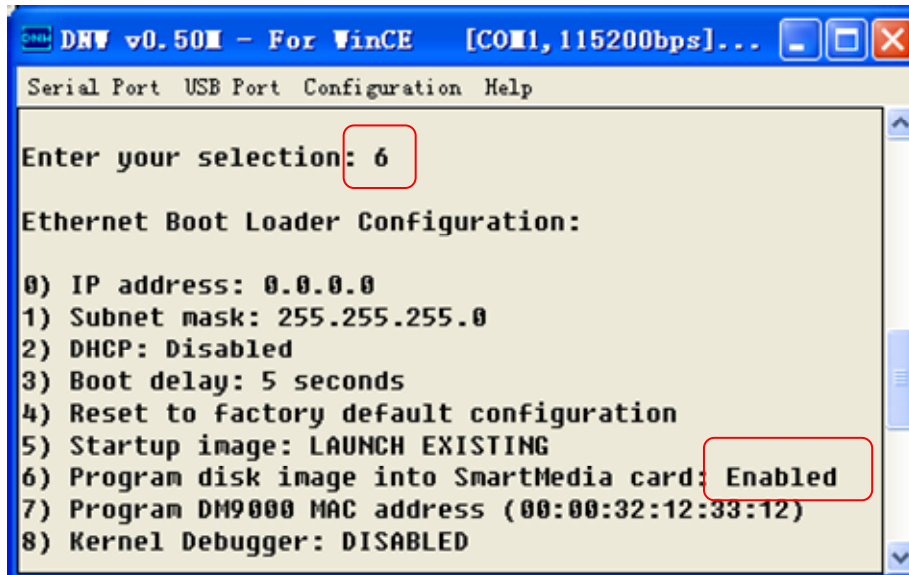

图4.5 Flash写入使能
5. 设置将 FLASH 的可写状态为 Enable。用户需要把 EBOOT 功能选项中的第[6]项设置为 Enable，在 EBOOT 选择菜单中输入'6'，FLASH 的可写状态在 ENABLE 及 DISABLE 两种状态中切换。如果第[6]项的状态已经是 Enable，则此步可以跳过（如图 4.5 所示）。
5. 用户设置FLASH可写为Enable。将EBOOT功能选项中的第[6]项设置为Enable,如果第[6]项之前就为Enable时则此步可以跳过(参考图4.5)。